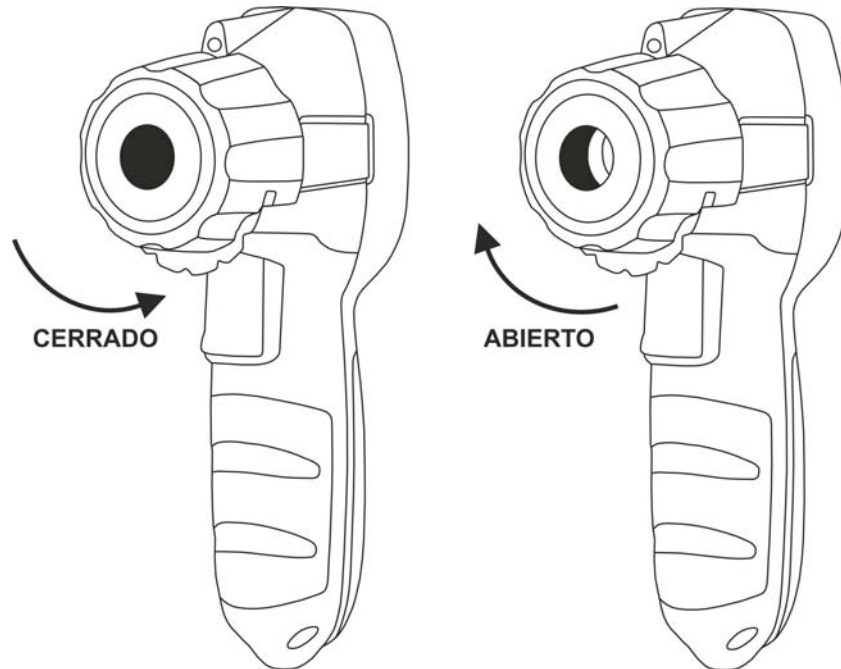

Fig. 14: Apertura protección
3. Gire la protección (vea la Fig. 1 – parte 3) y abra el hueco central (vea la Fig. 14)